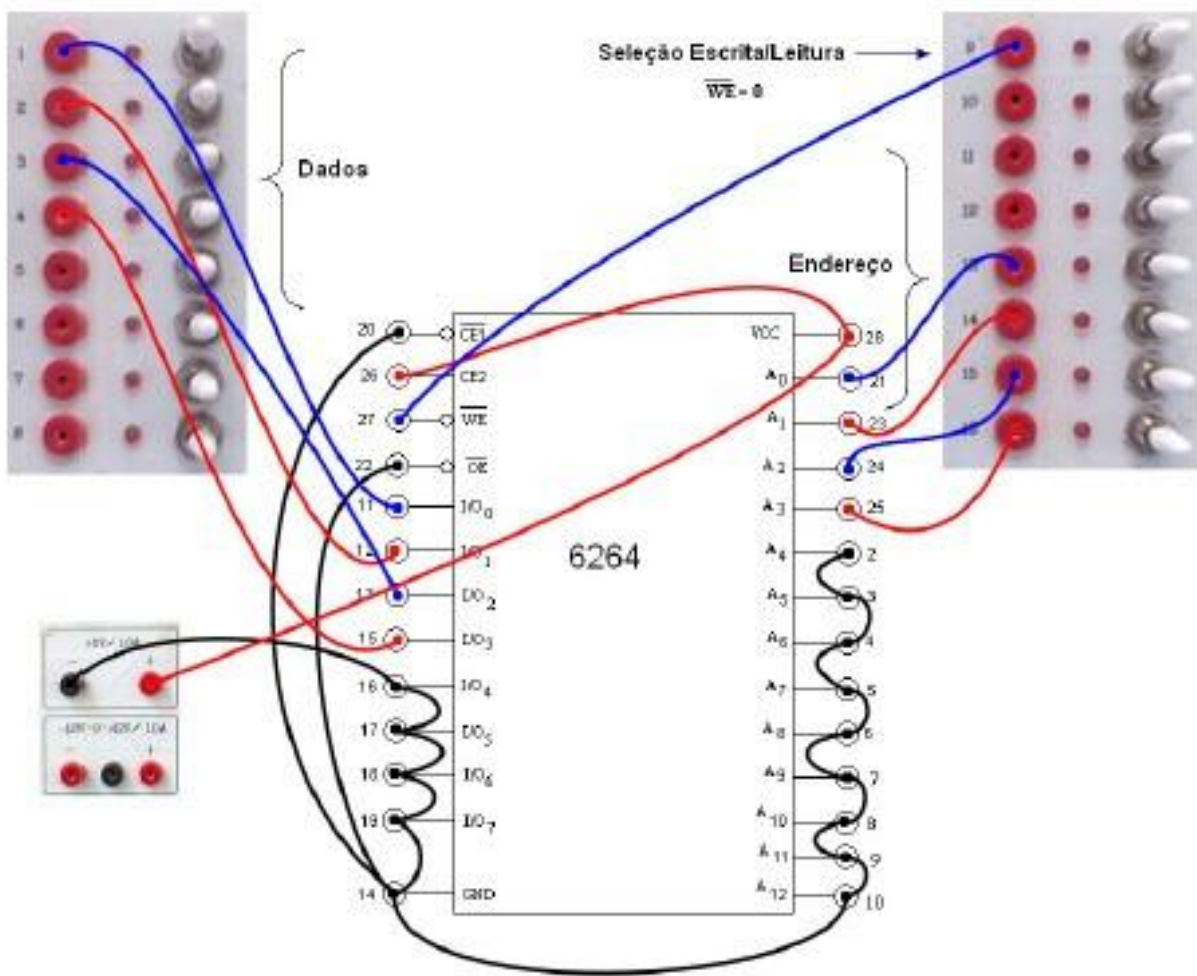

Figura 6: Escrevendo um dado na memória 6264
2. A figura 6 mostra como ligar a memória 6264 para escrever um dado em uma determinada posição de memória. Ligue primeiramente as entradas de controle e depois as entradas de dados e endereço. Observe que das 8 linhas de dados serão usadas as 4 primeiras (I/O0, I/O1, I/O2, I/O3, as outras são colocadas em zero). As linhas de endereçamento são usadas apenas 4 (A0, A1, A2, A3) as outras estão aterradas. As chaves são lógicas, na parte superior da maleta. Não efetue as conexões com a maleta ligada.